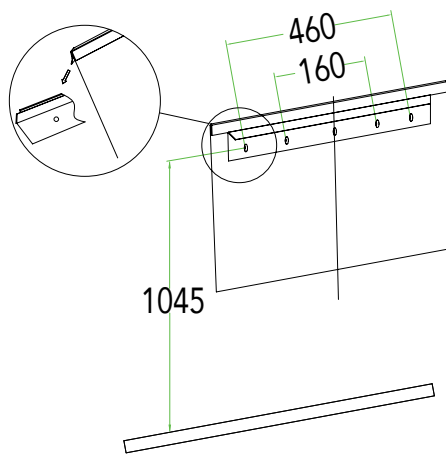

Abbildung 2
- Markieren Sie die Positionen für die vier Schrauben auf der Wand, die eine optimale Wiedergabe gewährleisten. Siehe Abbildung 2 für die empfohlenen Maße. Bohren Sie die Löcher mit einer Bohrmaschine in die Wand.